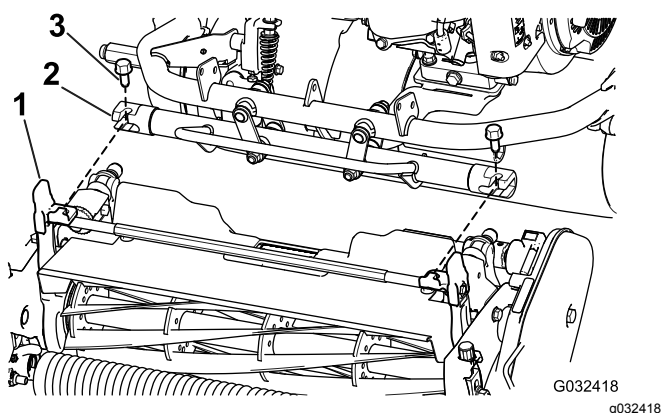

图7
4. 向前推动机架直至其与滚刀组旋转臂完全接合图7。
5. 使用 2 颗螺栓 $\frac{5}{8}$ x $\frac{3}{4}$ 英寸将机架固定到滚刀组旋转臂上图7。